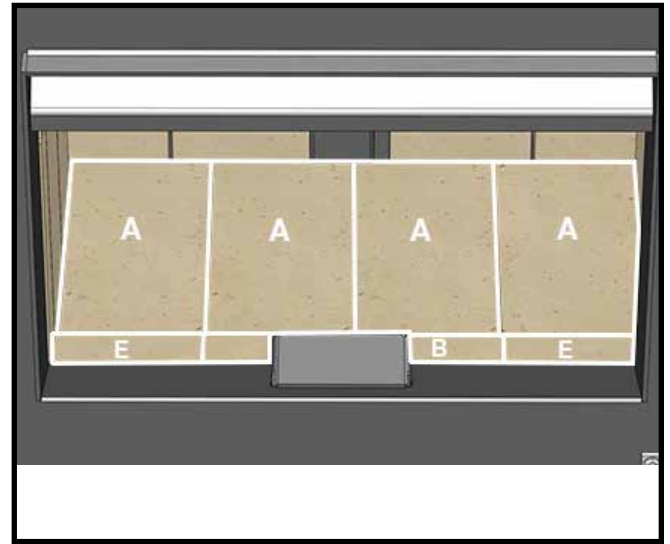

Figure 29: Briques E et B devant les briques A
7. Pour finir, placez une brique «E» du côté gauche du plancher et une brique «E» du côté droit du plancher, puis placez une brique «B» au centre de la chambre de combustion, devant les briques «A», tel que montré à la. (Figure 29).